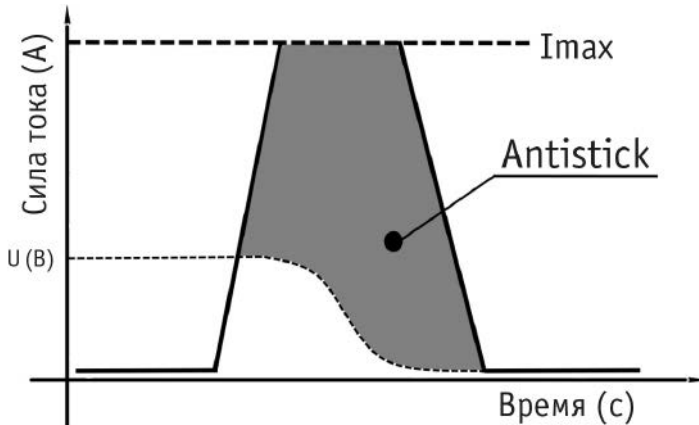

Рис. 6.1.3. Antistick.
**Antistick** – данная функция устраняет прилипание электрода к изделию. Аппарат автоматически снижает ток до минимального, чтобы не допустить перегрева электрода (См. рис. 6.1.3).